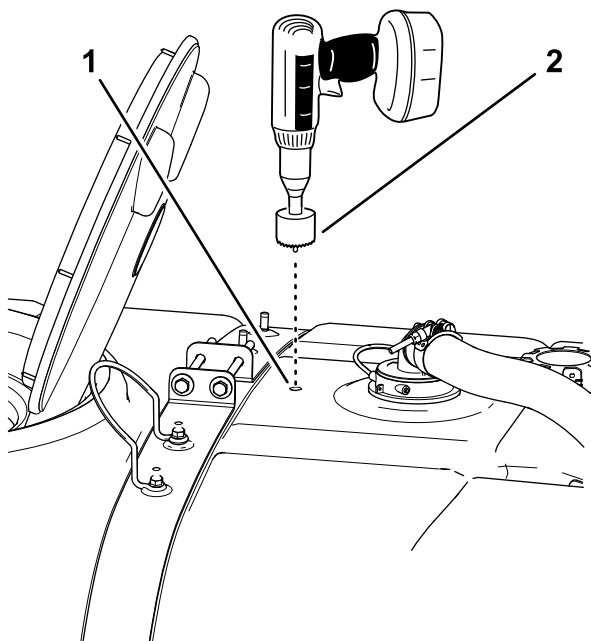

Figura 18
4. Utilize uma broca de 4,5 cm para fazer um furo na marca de perfuração (Figura 18).